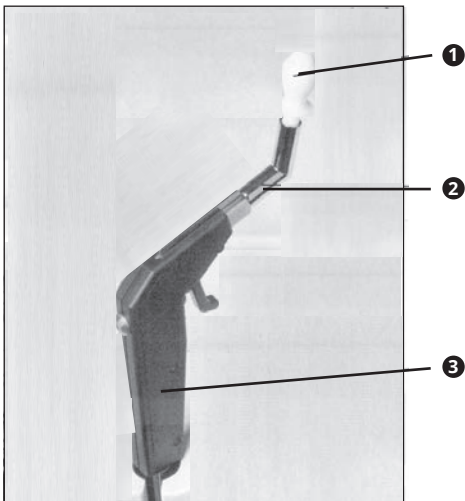

Fig. 18. Pistola de aire comprimido con adaptador Politzer
- El adaptador (❷, fig. 18) para este propósito está situado en el interior de la pistola.
- La oliva Politzer (❶, fig. 18) es insertada en el adaptador.